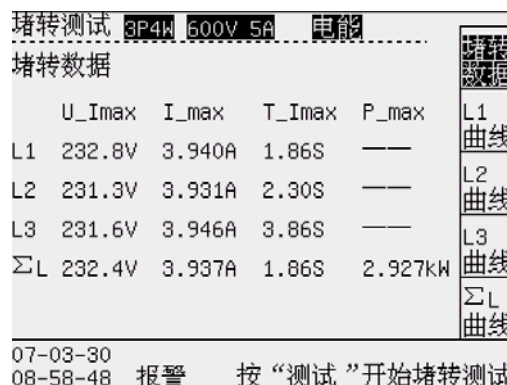

图 11-1 堵转测试
3.1 堵转测试显示见屏幕（图 11-1）
3.2 堵转测试屏幕（见图 11-1）